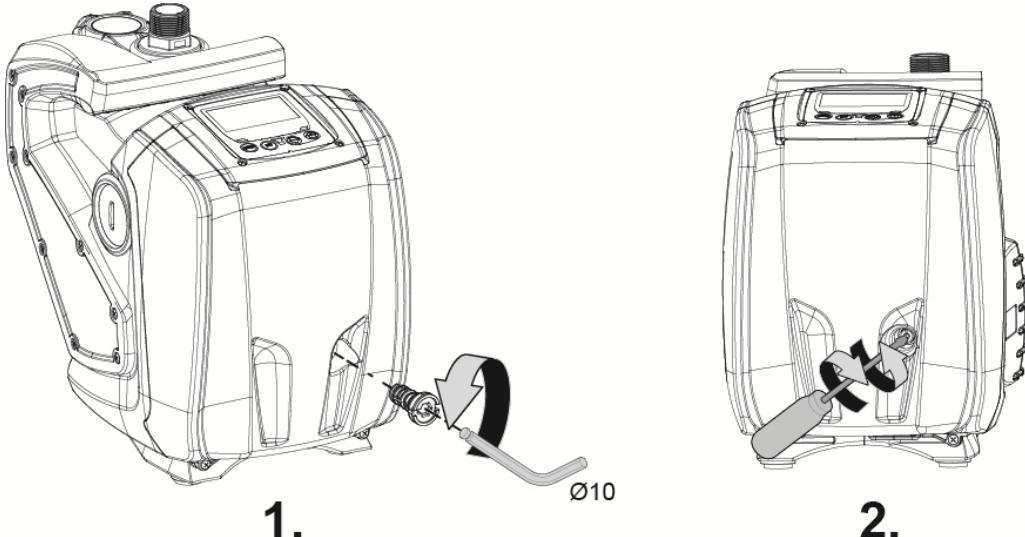

Abbildung 9
1. Mithilfe eines 10 mm Inbusschlüssels den Zugangsdeckel der Motorwelle abnehmen (Abb.9);
2. einen Schraubendreher an der Kerbe der Motorwelle ansetzen und in die beiden Drehrichtungen bewegen (Abb. 9);